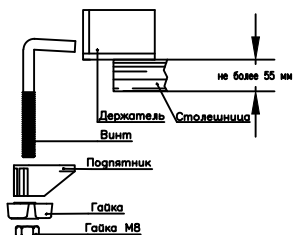

Рис. 1
5.3. Для светильника исполнения "Бета-К": собрать струбцину в соответствии с рис.1. Закрепить зажим-струбцину в любом удобном для вас месте, кроме поверхностей цилиндрической формы. Вставить в струбцину стойку с плафоном.